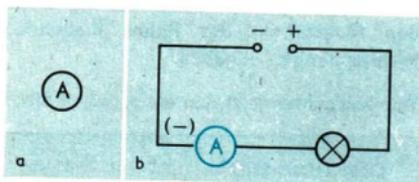

Bild 78/2 a) Schaltzeichen für Strommesser
Formelzeichen und Einheit der Stromstärke. Das Formelzeichen für die Stromstärke ist I . Als Einheit der Stromstärke wurde international ein **Ampere (1 A)** festgelegt. Damit werden die Leistungen des französischen Physikers André-Marie Ampère (Bild 78/1) für die Entwicklung der Elektrizitätslehre gewürdigt. Als Teil der Einheit wird auch ein Milliampere (1 mA) benutzt.
② ③ Bild 78/1 André-Marie Ampère (1775 bis 1836)
Um die physikalischen Gesetze für die Stromstärke erkennen zu können, müssen wir die Stromstärke messen. Dazu dienen **Strommesser**. In ihnen wird die magnetische Wirkung des Stromes ausgenutzt. In Schaltplänen werden Strommesser durch das Schaltzeichen im Bild 78/2 a dargestellt.
Die *Schaltung des Strommessers* erfolgt so, daß das Meßgerät von dem zu messenden Strom durchflossen wird (Bild 78/2 b).